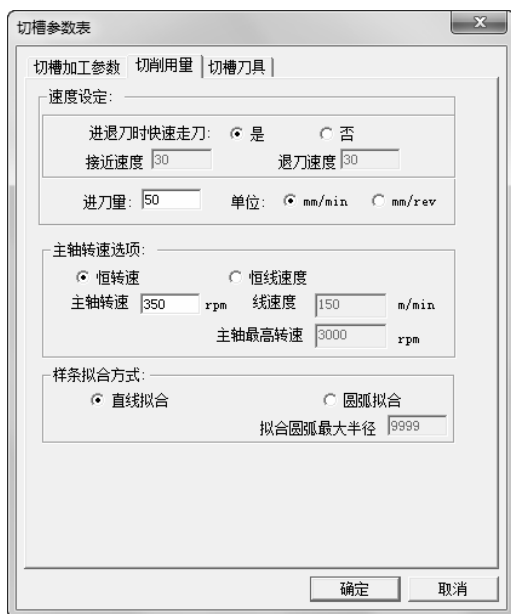

图 6-88 切槽切削用量参数设定
2) 单击“切削用量”选项卡，如图 6-88 所示。设置切削用量具体参数如下：进退刀时快速走刀：是；进刀量：50，单位 mm/min；主轴转速选项：恒转速；主轴转速：350；样条拟合方式：直线拟合。